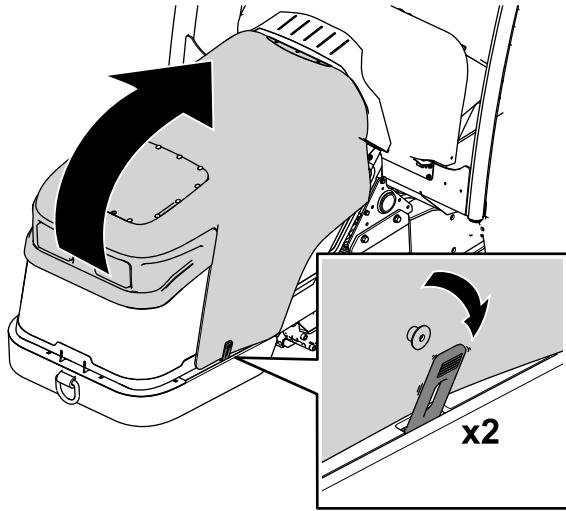

Figura 68
1. Abra los cierres en cada lado de la máquina (Figura 68).
2. Levante el capó (Figura 68).